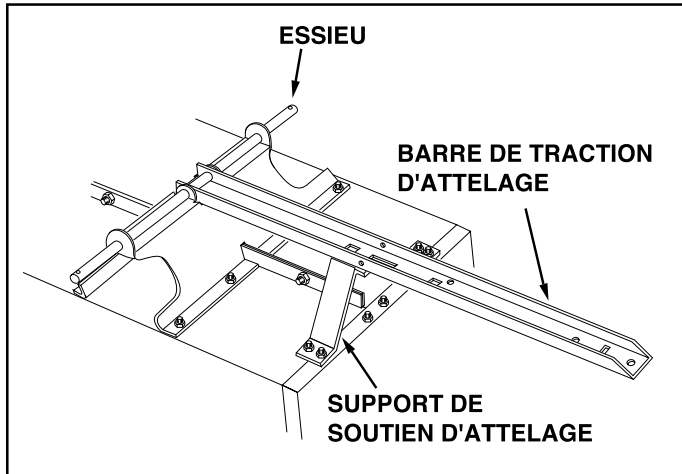

FIGURE 9
- Afin d'empêcher un basculement accidentel pendant les procédures d'assemblage suivantes, renversez la remorque et faites la reposer sur la partie supérieure des panneaux latéraux de telle sorte que le support de roue regarde vers le haut. Voir figure 9.
- Posez la barre de traction d'attelage (côté ouvert faisant face vers le haut) sur le support de roue et le support de soutien d'attelage. Montez l'essieu en le faisant passer au travers du support de roue et de la barre d'attelage. Voir figure 9.